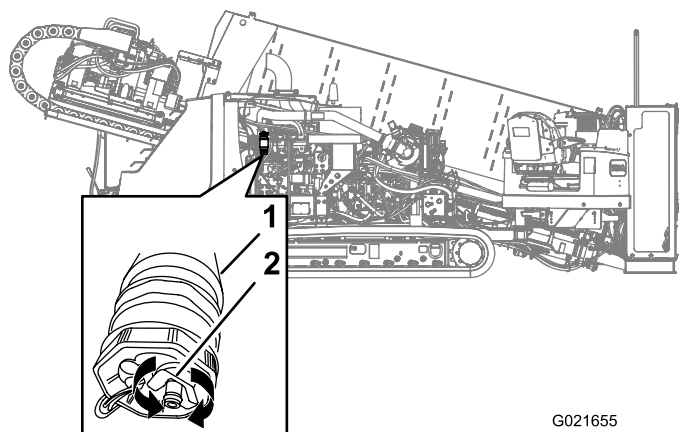

Figure 127
3. Placez un bac de vidange sous l'élément secondaire du filtre à carburant (Figure 127).
4. Tournez le robinet de vidange au bas du filtre à carburant secondaire de 2 ou 3 tours dans le sens antihoraire, et videz l'eau et le sédiment du filtre à carburant (Figure 127).